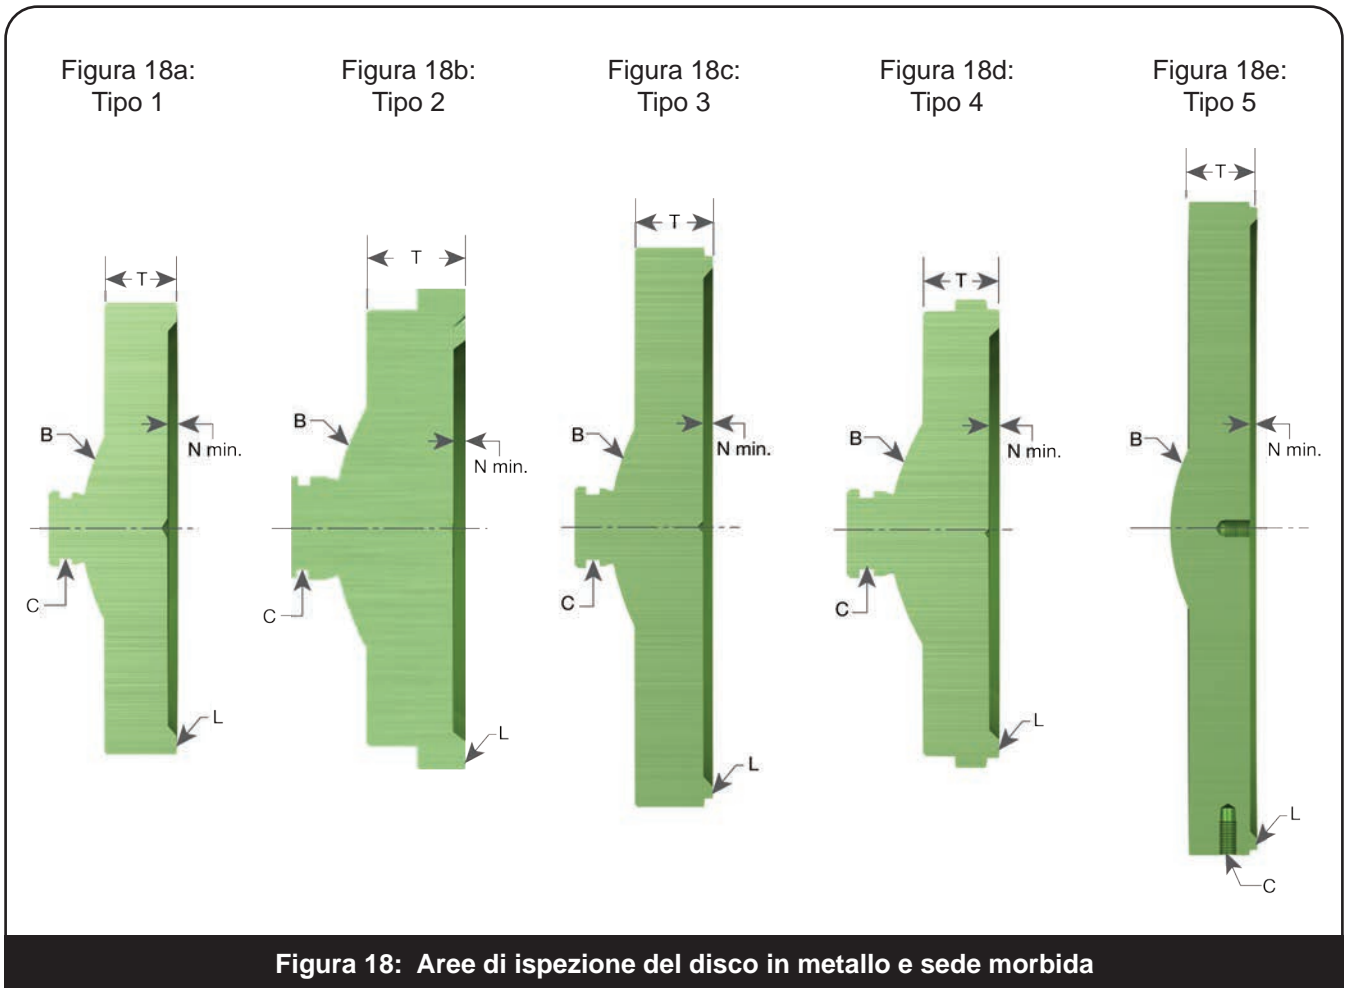

Figura 18: Aree di ispezione del disco in metallo e sede morbida
5. Scartare il disco se si raggiunge la dimensione minima N o T (Figura 18, Tabella 5). Evitare di ristabilire la superficie C.
- Disco con sede di metallo standard: Questo disco (Figura 18) può essere lavorato fino a quando la dimensione T è ridotta al minimo, come elencato nella Tabella 5. Anche la dimensione minima "N" deve essere mantenuta.